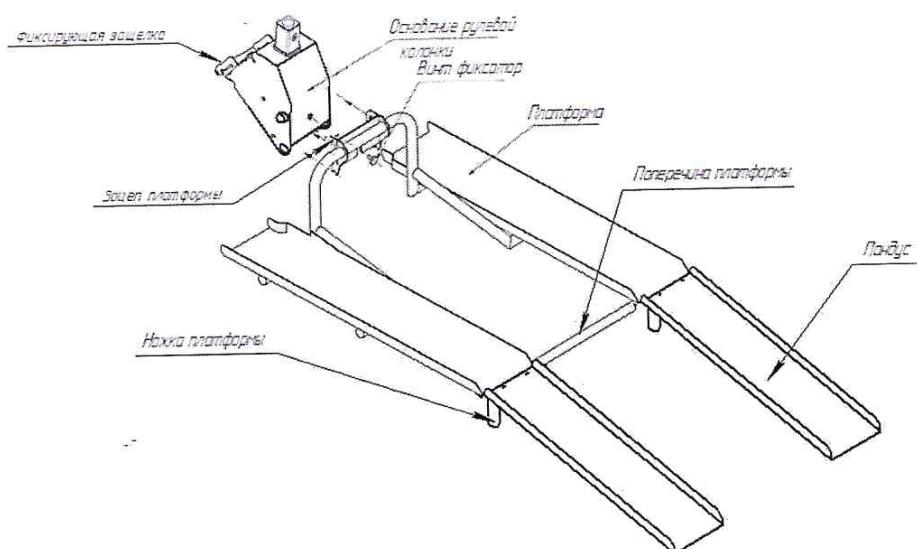

Рис.15. Монтаж платформы и съемного пандуса
С помощью зацепов платформы, установить платформу на основание рулевой колонки, после чего закрепить платформу к основанию рулевой колонки с помощью винта (Рис.15).
- с помощью зацепов платформы, установить платформу на основание рулевой колонки, после чего закрепить платформу к основанию рулевой колонки с помощью винта (Рис.15а);
- установить поочередно пандус в пазы платформы (Рис.15);
- чехол закрепить с помощью липких лент на поперечине и ножках платформы (рис.15б).
Рис.15б. Крепление чехла с пандусом к платформе